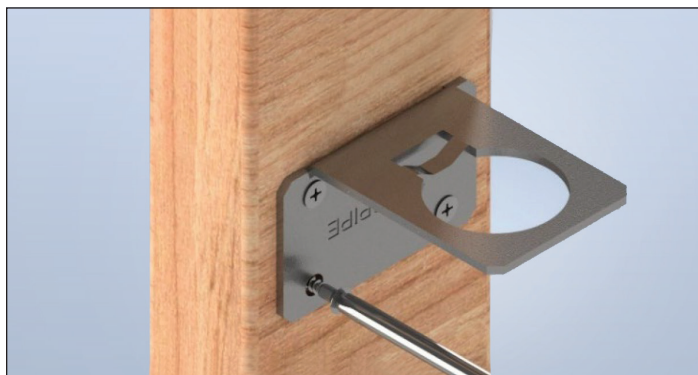

Figure 1-4
4. Fixez solidement le support de robinet principal à l'intérieur du montant à l'endroit voulu. Utilisez chacun des quatre (4) trous de vis pour une fixation solide (figure 1-4).